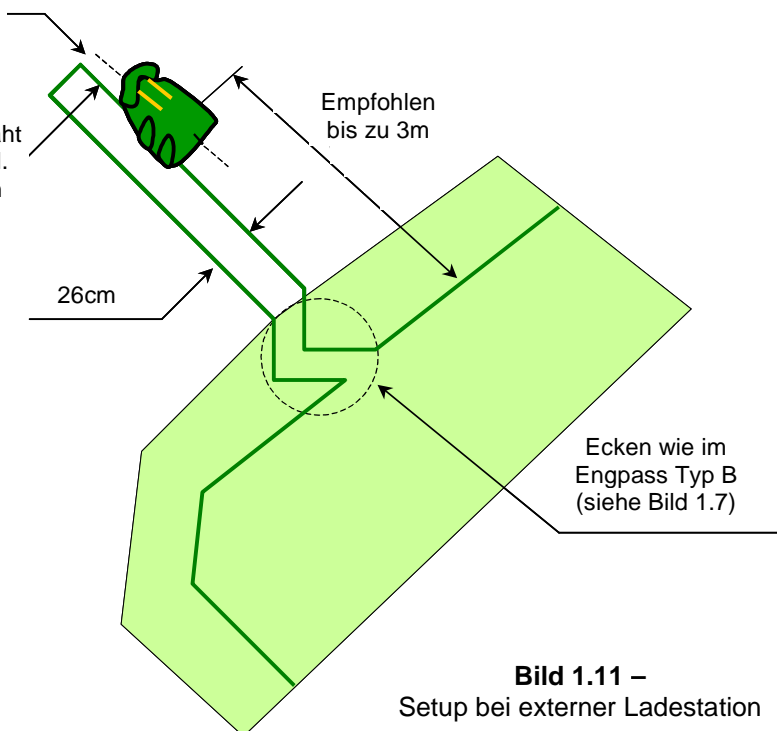

Bild 1.11 –
- Platzieren Sie die Station entsprechend Ihrem Plan mit dem Rammschutz Richtung Fläche, wie in Bild 1.11 oder 1.13 dargestellt.